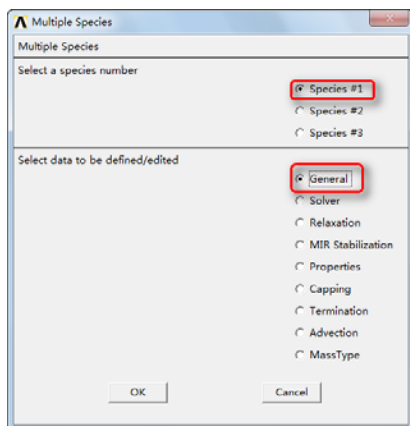

图 10-80 “Multiple Species”子对话框
⑦单击“OK”按钮会弹出“Multiple Species”子对话框，如图 10-80 所示，在“Select a species number”选择列表中选择“Species #1”，在“Select data to be defined/edited”选择列表中选择“General”。
⑨单击“OK”按钮会再次弹出“Multiple Species”子对话框，如图 10-80 所示，在“Select data to be defined/edited”选择列表中选择“Properties”。
19 单击“OK”按钮会再次弹出“Multiple Species”子对话框，如图 10-80 所示，在“Select a species number”选择列表中选择“Species #1”，在“Select data to be defined/edited”选择列表中选择“Capping”。
21 单击“OK”按钮会再次弹出“Multiple Species”子对话框，如图 10-80 所示，在“Select a species number”选择列表中选择“Species #1”，在“Select data to be defined/edited”选择列表中选择“Relaxation”。
23 单击“OK”按钮会弹出“Multiple Species”子对话框，如图 10-80 所示，在“Select a species number”选择列表中选择“Species #1”，在“Select data to be defined/edited”选择列表中选择“Solver”。
26 单击“OK”按钮会再次弹出“Multiple Species”子对话框，如图 10-80 所示，在“Select a species number”选择列表中选择“Species #2”，在“Select data to be defined/edited”选择列表中选择“General”。
28 单击“OK”按钮会再次弹出“Multiple Species”子对话框，如图 10-80 所示，在“Select data to be defined/edited”选择列表中选择“Properties”。
③⑧单击“OK”按钮会再次弹出“Multiple Species”子对话框,如图 10-80 所示,在“Select a species number”选择列表中选择“Species #2”,在“Select data to be defined/edited”选择列表中选择“Capping”。
④①单击“OK”按钮会再次弹出“Multiple Species”子对话框,如图 10-80 所示,在“Select a species number”选择列表中选择“Species #3”,在“Select data to be defined/edited”选择列表中选择“General”。
④③单击“OK”按钮会再次弹出“Multiple Species”子对话框,如图 10-80 所示,在“Select data to be defined/edited”选择列表中选择“Properties”。
⑤2 单击“OK”按钮会再次弹出“Multiple Species”子对话框，如图 10-80 所示，在“Select a species number”选择列表中选择“Species #3”，在“Select data to be defined/edited”选择列表中选择“Capping”。
⑤4 单击“OK”按钮会再次弹出“Multiple Species”子对话框，如图 10-80 所示，在“Select a species number”选择列表中选择“Species #3”，在“Select data to be defined/edited”选择列表中选择“Relaxation”。
⑤6 单击“OK”按钮会弹出“Multiple Species”子对话框，如图 10-80 所示，在“Select a species number”选择列表中选择“Species #3”，在“Select data to be defined/edited”选择列表中选择“Solver”。